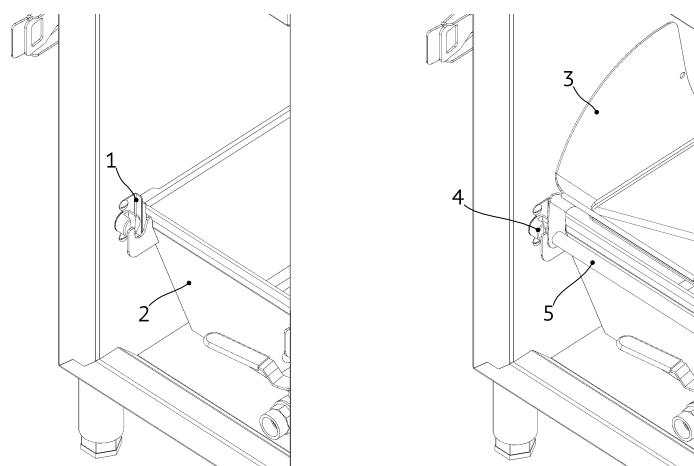

Рисунок 3
9. Установите ванну (2) в изделие так, чтобы её край оказался за упором (1), см. Рис. 3.
11. Установите корзину (3) в ванну так, чтобы вал корзины (5) вошёл в зацепление с приводным валом (4), см. Рис. 3.